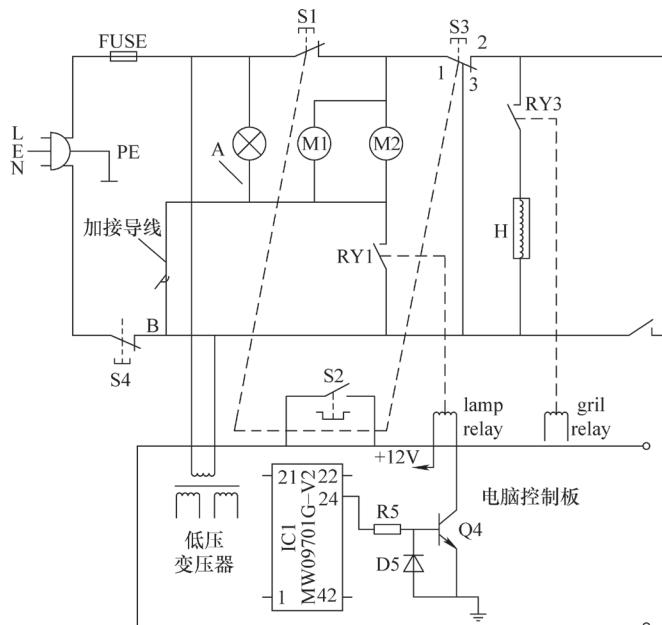

图 8-10 故障微波炉电机电路
故障检修：导致这种现象发生的原因有可能是该机单片机损坏，图 8-10 所示为该机电动机电路。
综上分析，判断单片机的②脚内部损坏。由于该机单片机更换花费较大，在征得同意后，将图 8-10 中 A 与 B 点用导线短路并做绝缘处理，相当于 RY1 继电器触点始终闭合，打开炉门后，转盘和风扇不再运转。但缺点是炉灯无论关闭、打开均亮。